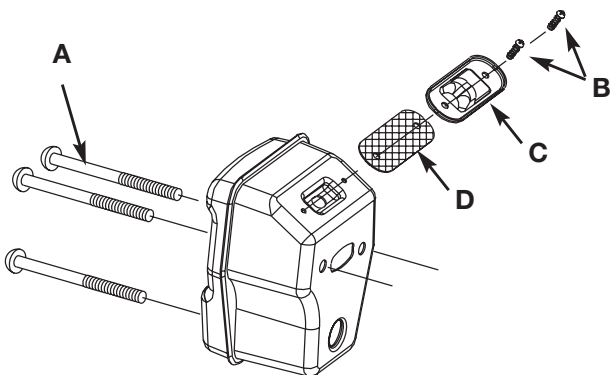

Fig. 29
2. Enlevez les 2 vis (B) qui soutiennent le couvercle du stoppeur d'étincelles (C) (Fig. 29).
3. Débarrassez-vous de l'ecrxn stoppeur d'ltincelles endommagé (D) et changez-le avec un nouveau.